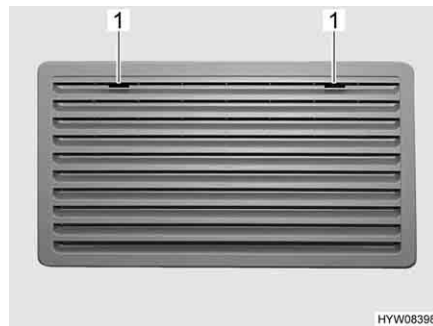
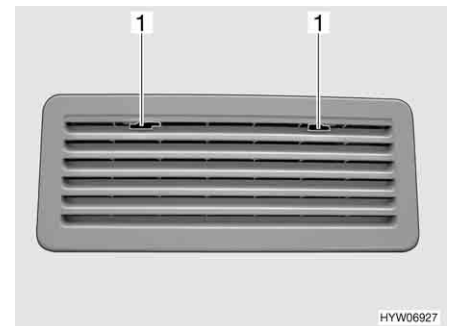

Bild 226 Kylskåpets ventilationsgaller (Thetford stort)
Bild 227 Kylskåpets ventilationsgaller (Thetford litet)
- Skjut spärren (Bild 226, 1 eller Bild 227, 1) till mitten.